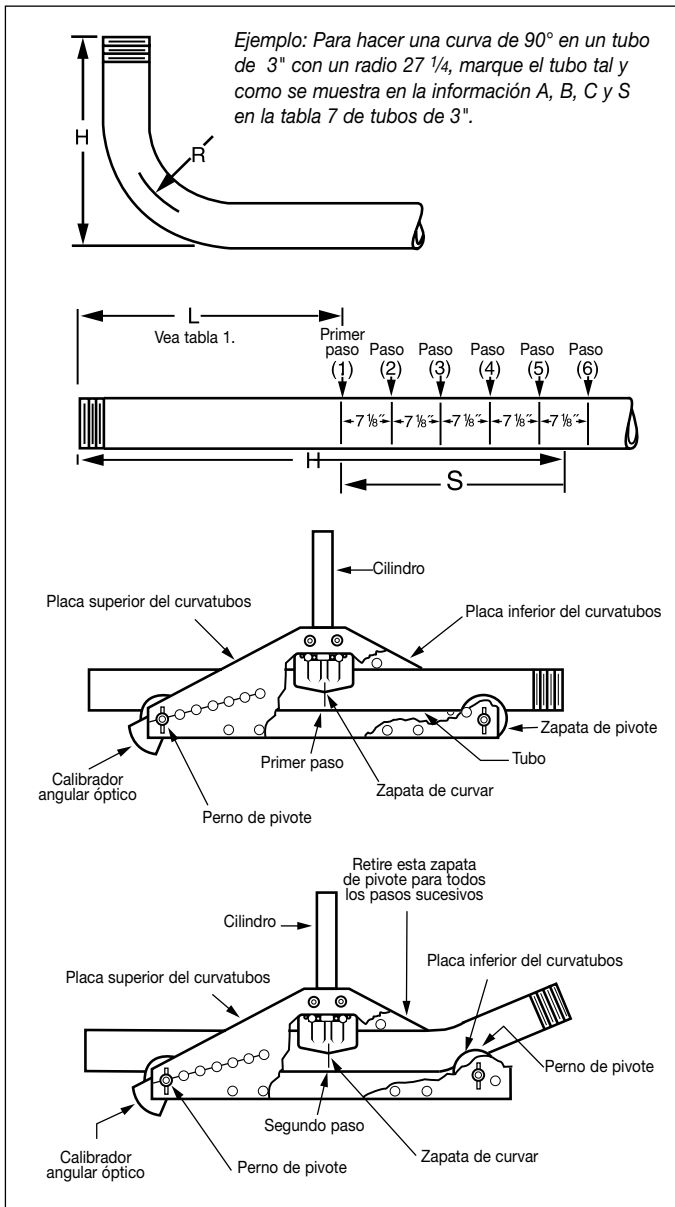

Figura 8, Curvatura de 90°
1. Marque las dimensiones deseadas de extracción (**H**) en la longitud recta del tubo (vea la FIGURA 8).